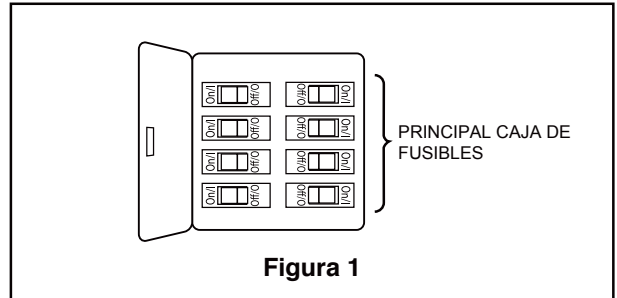

Figura 1
Uso de perfil bajo (Figura 1)
1. Extraiga la pieza de la bola colgante de la unidad de la bola colgante / varilla aflojando el tornillo de presión de la bola colgante hasta que la bola se libere de la varilla. Retire el pasador del barral y luego extraiga la semiesfera. Conserve el pasador y la semiesfera para su reinstalación en el Paso 6 (Figura 1).
Para evitar una posible descarga eléctrica, asegúrese de cortar la alimentación eléctrica de la caja de fusibles principal antes de colgar el ventilador. (Figura 1)
Para evitar una posible descarga eléctrica, asegúrese de cortar la alimentación eléctrica de la caja de fusibles principal antes de alambrado el ventilador. (Figura 1)